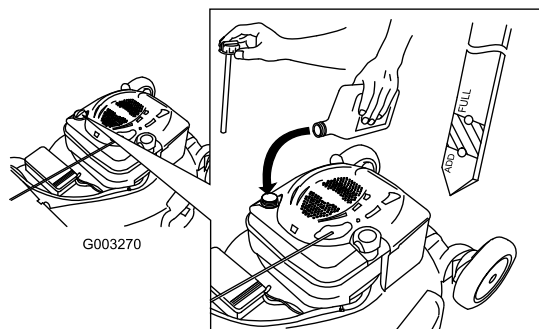

Figura 7
1. Retire la varilla (Figura 7).
2. Vierta **lentamente** aceite en el tubo de llenado hasta que el nivel llegue a la marca Full de la varilla (Figura 7). **No llene demasiado.** (Capacidad máxima: 0,59 l, tipo: SAE 30, aceite detergente con clasificación de servicio API SF, SG, SH, SJ, SL o superior.)